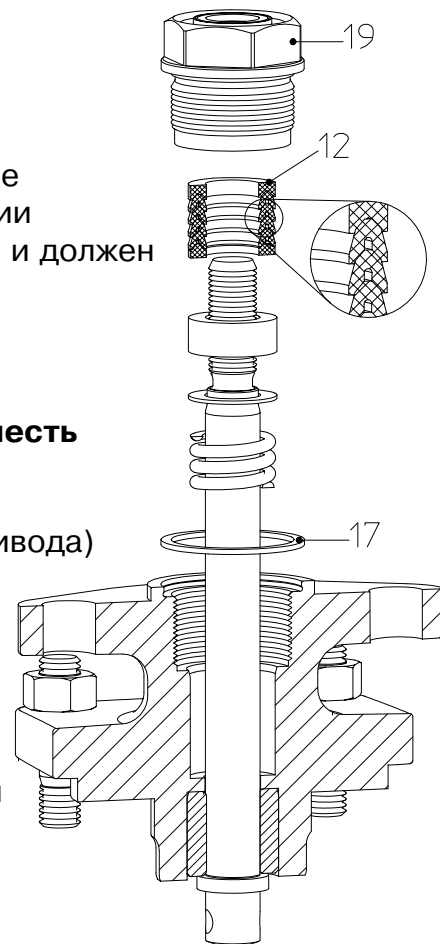

рис. 6
- При применении составного сальникового кольца во время выреза обратить внимание на косой срез. (см. рис. 6)